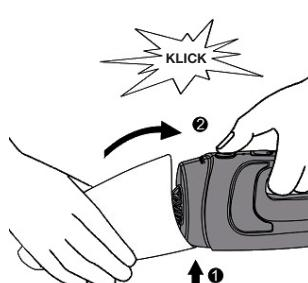
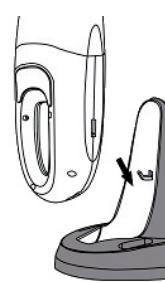

Abbildung 10
Abbildung 11
- Setzen Sie den Behälter wieder auf den Motorblock; wenn er richtig eingerastet ist, ist ein Klickgeräusch zu hören (Abb. 10). Setzen Sie das Gerät dann wieder auf die Ladestation (Abb. 11).